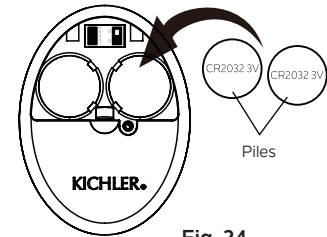

Fig. 24
Étape 3. Pour rendre le ventilateur opérationnel, installez deux piles 3V CR2032 (incluses). (Fig. 24)